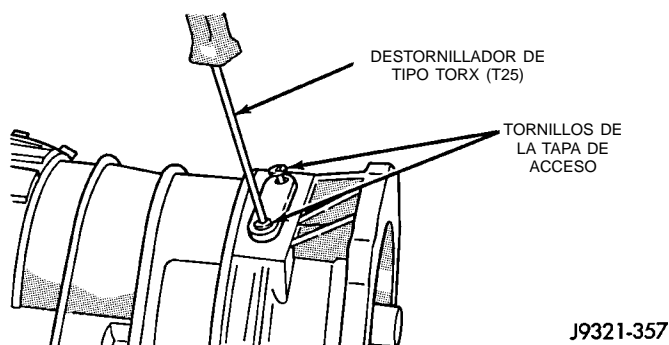

Fig. 249 Instalación de la tapa de acceso y la junta del anillo de posición
(10) Instale la tapa de acceso y la junta del anillo de posición en la caja de la unidad de sobremarcha (Fig. 249).